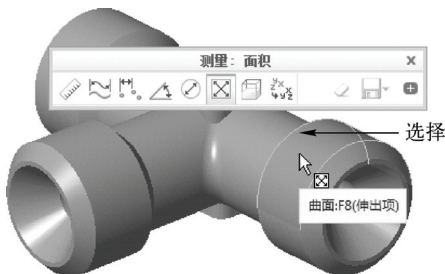

图 12-13 选择曲面
STEP 03 弹出“测量：面积”工具栏, 在模型上选择曲面, 如图 12-13 所示。